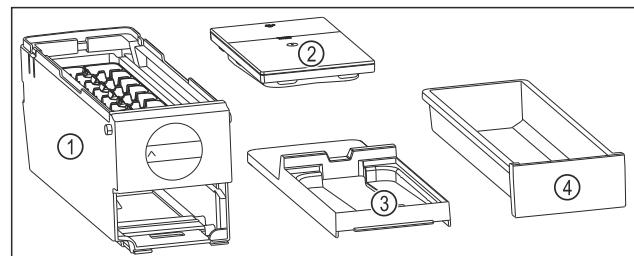

Fig. 79 EasyTwist-Ice 的组成部分
- ▶ EasyTwist-Ice 已被拆解为四部分。（参见 Fig. 79）
- ▶ 仅将 EasyTwist-Ice 拆解成所示的组成部分。（参见 Fig. 79）
- ▶ 将 EasyTwist-Ice 机身 Fig. 79 (1) 作为整体进行清洁。